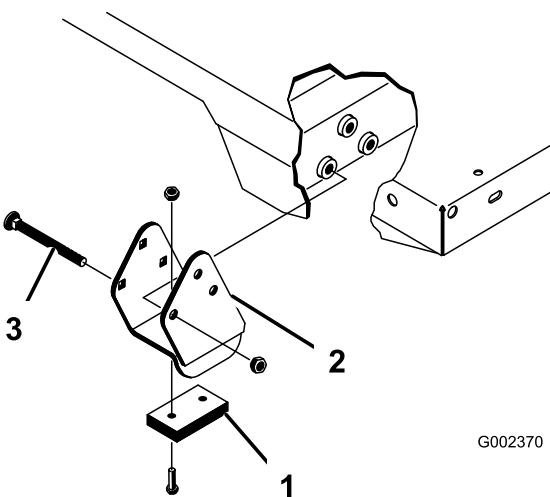

図 34
注 スペーサブラケットとウェアブロック(図34)はキャリッジボルトで固定しますが、このボルトは必ず頭を機械内側に向けてください。
2. 荷台を慎重に車両フレームの上に載せる。後部にある荷台のピボットプレートの穴とリアフレームチャネル鋼材の穴を揃えて、クレビスピンとリンチピン各2個を取り付ける図34。
4. クレビスピンは荷台の外側から差し込み、リンチピンが荷台の外側に向いているようにする図34。